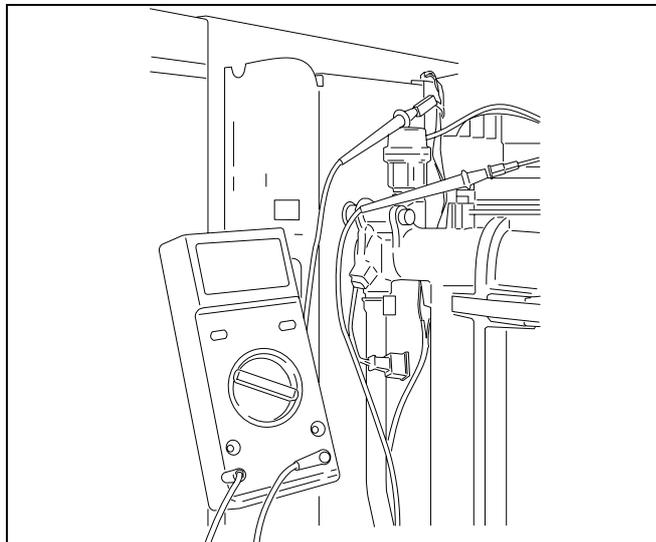

Fig. 40 Misurazione della corrente di ionizzazione
7.2.11 Misurazione della corrente di ionizzazione (fig. 40)
- Allentare il collegamento ad innesto degli elettrodi di ionizzazione e collegare in serie lo strumento di misurazione (fig. 40).